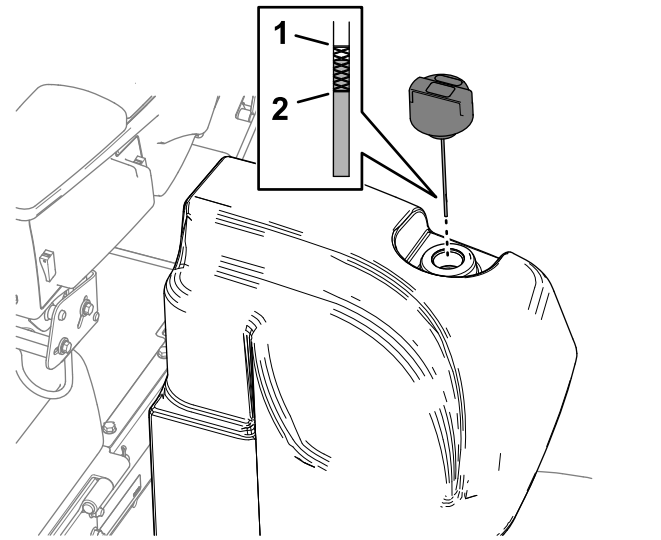

Figura 101
2. Limpie la zona alrededor del cuello de llenado y el tapón del depósito hidráulico (Figura 101).